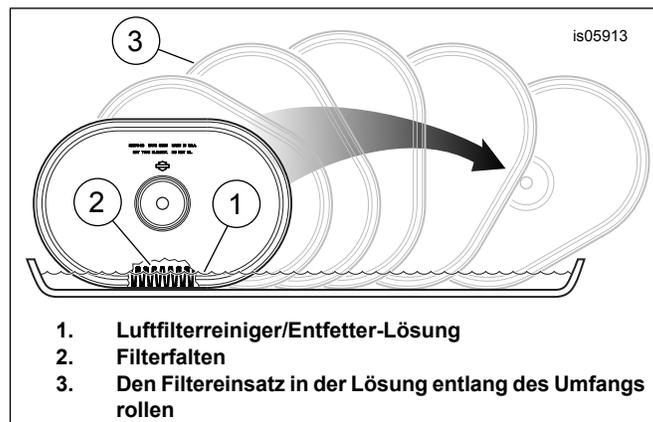

Abbildung 2. Reinigung des Filtereinsatzes
2. Luftfiltereinsatz reinigen (siehe Abbildung 2):
- a. Den Filtereinsatz ausbauen und waschen, indem er auf die Kante gestellt in einer seichten Wanne mit ausreichend Luftfilterreiniger/Entfetter (1) **maximal** bis zu einem dreiviertel der Länge der Filterfalten (2), ca. 9,5 mm (0.375 in), eingetaucht wird. **Die verschmutzte Lösung darf nicht an die Innenseite des Einsatzes gelangen.** Den Einsatz entlang seines Umfangs behutsam in der Lösung „rollen“ (3), bis die gesamte Außenfläche der Filterfalten eingeweicht wurde.